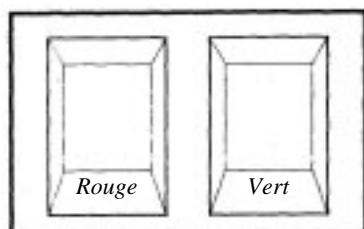

**Fig. 5**
1. Relevez la tête de coupe à 90 degrés en soulevant légèrement le bouton (A) de la Fig. 5, de manière à libérer la goupille d'arrêt et à la faire coulisser dans la rainure permettant de positionner le bras de la scie en position verticale.
2. Otez les protections de lame (B) et le couvercle de lame, en desserrant les deux boulons (C) du bâti de la scie.
3. Repoussez la manette de tension (D) vers la gauche pour permettre à la lame de se dégager.
4. Otez la lame des deux volants (E) et des roulements de guidage de lame.
7. Remettez en place les protections et le couvercle (G) de lame. Mettez en marche la machine pour vérifier si la lame tourne correctement.